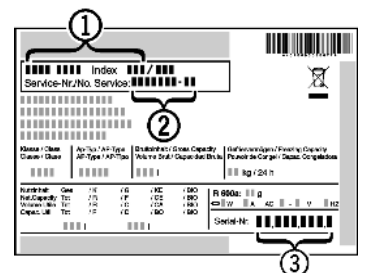

Fig. 7
- ▶ Gerätebezeichnung Fig. 7 (1), Service-Nr. Fig. 7 (2) und Serial-Nr. Fig. 7 (3) vom Typenschild ablesen. Das Typenschild befindet sich an der linken Geräteinnenseite.
- ▶ Den Kundendienst benachrichtigen und den Fehler, Gerätebezeichnung *Fig. 7 (1)*, Service-Nr. *Fig. 7 (2)* und Serial-Nr. *Fig. 7 (3)* mitteilen.